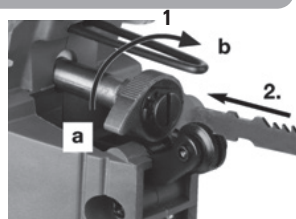

FIGURA 2
Colocando a lâmina da serra (ver figura 2): Levante a proteção de corte (item 12 - figura 1), rodar a alavanca (a) no sentido da seta e manter pressionado. Inserir a lâmina da serra na entrada (b) e empurrar até o encosto. Durante esta operação a parte traseira da lâmina deve estar bem assentada na ranhura do rolamento de suporte da lâmina da serra. Solte a alavanca que deve assumir sua posição de origem, para poder travar a lâmina da serra. Abaixar a proteção de corte.